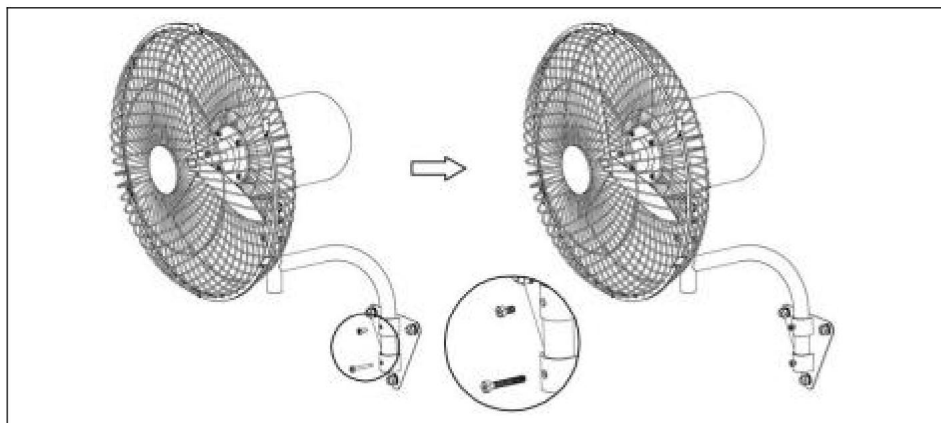

Abb.9.
2). Montieren Sie das Lüftergehäuse an der Wandplatte (2) und ziehen Sie dann die Halterungsschrauben1 (4) und die Halterungsschrauben2 (5) fest. Beachten Sie, dass die Schraubenlöcher an der Halterung mit den Schraubenlöchern am Wandpaneel übereinstimmen müssen. Siehe (Abb. 9.).